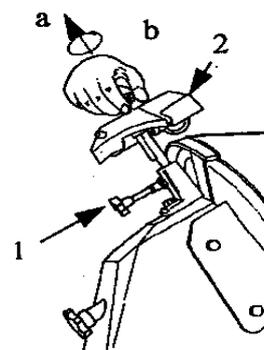
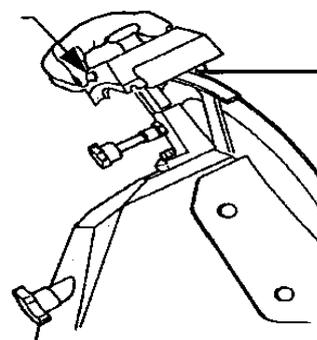

Рис. 11a
Рис. 11b
2. отвинтите кнопку (1), поднимите (а) точильное устройство (2) вверх до его блокировки и поверните его на 180° (b) (см. Рис. 11a). Затем переместите его в конечное положение (c) так, чтобы лезвие находилось между двумя точильными камнями. Заблокируйте кнопку;
3. включите слайсер, нажав кнопку "I" (ON);
4. нажмите маленькую кнопку (3) (см. Рис. 11b), позвольте лезвию вращаться между точильными камнями в течение 30-40 сек.;